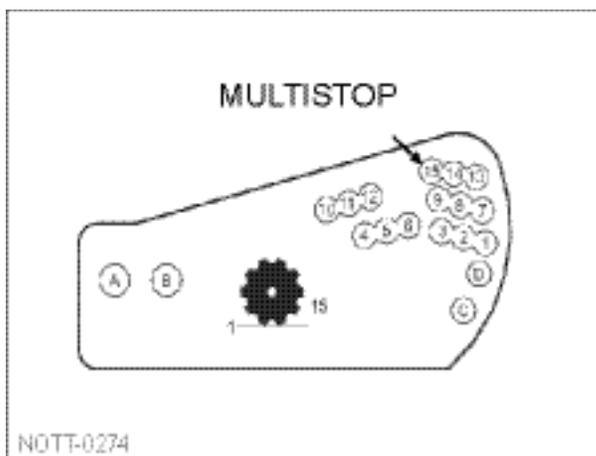

Fig. 62
- 5 - Pour les versions hydrauliques, s'assurer que le système de verrouillage est bien en place comme indiqué Fig. 62.